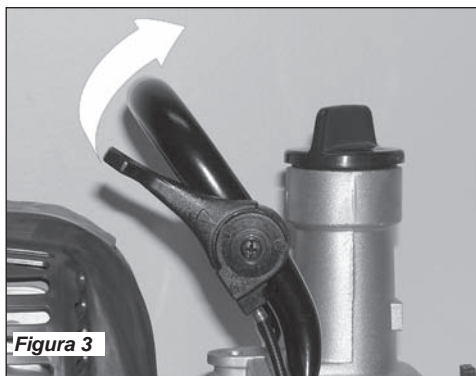

Figura 3
1. Sitúe la palanca de control del acelerador en posición semiabierto. Ver la Figura 3.